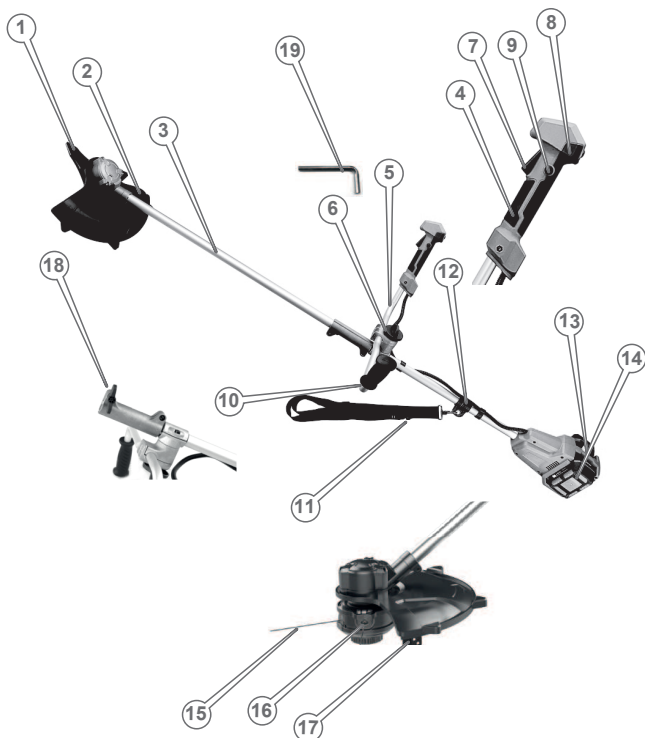

Рисунок 1. Опис основних компонентів електрокоси акумуляторної моделі «AZT 3605 SmartLine+».
1.1 Опис основних компонентів електрокоси акумуляторної моделі «AZT 3605 SmartLine+» наведено нижче (рисунок 1).